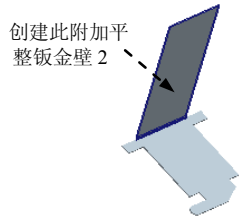
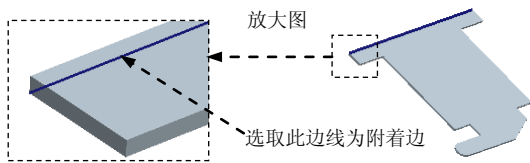
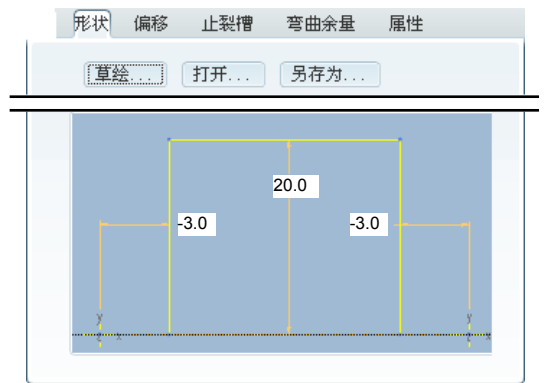

图 11.6.7 创建附加平整钣金壁 2
图 11.6.8 定义附着边
图 11.6.9 “形状”选项卡
Step4. 创建图 11.6.7 所示的附加平整钣金壁 2。选择下拉菜单 **插入(I)** **钣金件壁(W)** **平整(U)...** 命令, 选取图 11.6.8 所示的模型边线为附着边, 平整壁的形状类型为 **矩形**, 在操控板的 图标后面的下拉列表中输入数值 80.0; 单击 按钮; 单击 **止裂槽** 按钮, 在系统弹出的选项卡 **类型** 下拉列表中选择 **扯裂** 选项; 单击 **形状** 按钮, 在系统弹出的选项卡中设置图 11.6.9 所示的值, 确认 按钮被激活, 在其后的文本框中输入折弯半径值 0.1; 折弯半径所在侧为 (内侧)。
说明: 在图 11.6.9 所示的“形状”选项卡中修改尺寸值的具体操作方法是, 双击要修改的尺寸, 在激活的文本框中输入要修改的数值, 然后单击 Enter 键确认; 也可以单击 **草绘...** 按钮进入草绘环境中对尺寸值进行修改。